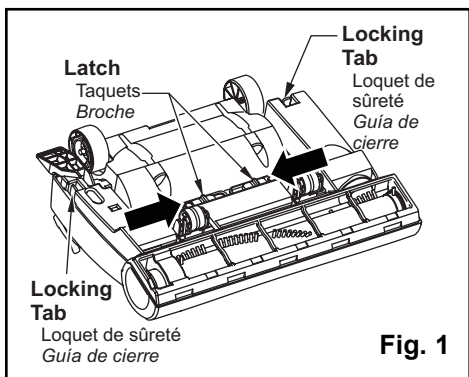

Fig. 1
- Libérer la plaque inférieure en appuyant sur les deux (2) taquets et les deux (2) loquets comme le montre l'illustration (Fig.1).
- Para liberar la base inferior, apriete hacia adentro los dos (2) pestillos y las dos (2) lengüetas de cierre como se muestra (Fig 1).
- **Release lower plate by pressing two (2) latches and two (2) locking tabs inward as shown. (Fig. 1)**